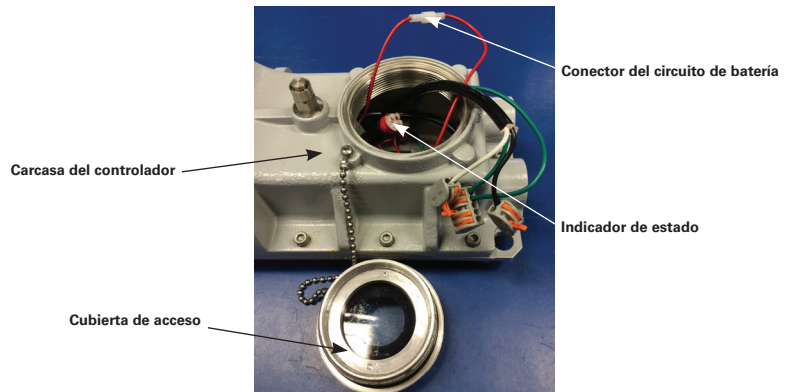

Figura 7
- Abra la cubierta de acceso de cableado roscado (observe la Figura 7) y deje que la cubierta cuelgue del cordón. Todos los componentes en la luminaria de emergencia están conectados, de manera que solo es necesario que la alimentación de entrada esté conectada en el accesorio a los cables conductores (o terminales) de acuerdo al diagrama de cableado (observe la Figura 9) usando métodos que cumplan con todos los códigos aplicables. Desconecte primero el conductor a tierra del equipo (verde), luego el común (blanco) y finalmente la línea de voltaje (negro). Ajuste todas las conexiones eléctricas. Nota - Las aberturas estándar son NPT de 3/4".